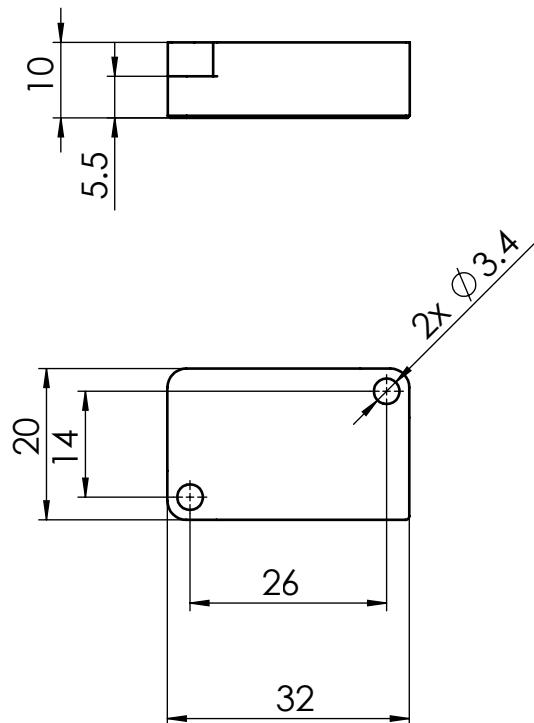

Bild 4-5: Abmessungen
2. Zwei senkrechte Bohrungen mit M3-Innengewinde oder entsprechende Durchgangsbohrung passend zu den Befestigungslöchern des BCM in der Montagefläche erstellen (Maße siehe Bild 4-5).